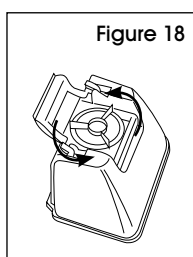

Figure 18
2. Transportez le réservoir vers un évier. Tournez le bouchon dans le sens antihoraire et soulevez-le pour le retirer. (Voir Figure 18)